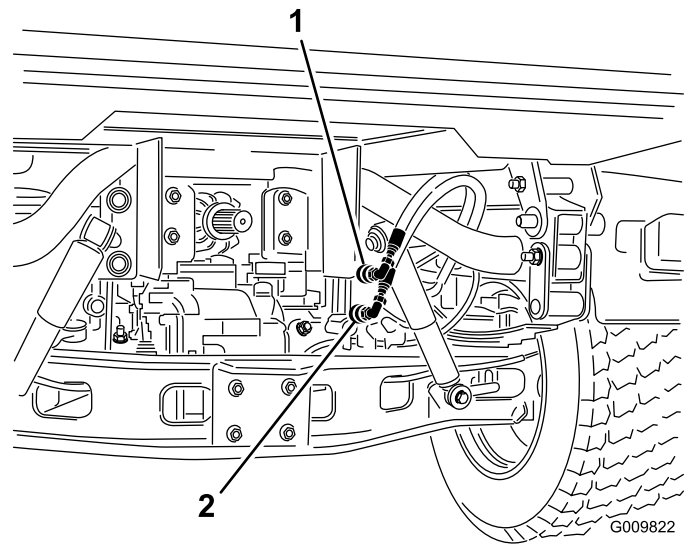

Figura 92
2. En ambos vehículos, desconecte las dos mangueras con acoplamiento rápido de las mangueras que están conectadas al soporte de acoplamiento (Figura 92).